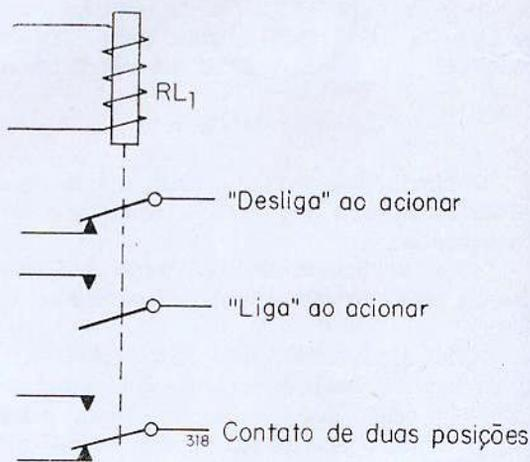

Figura 2
- A figura 2 mostra o diagrama deste arranjo.